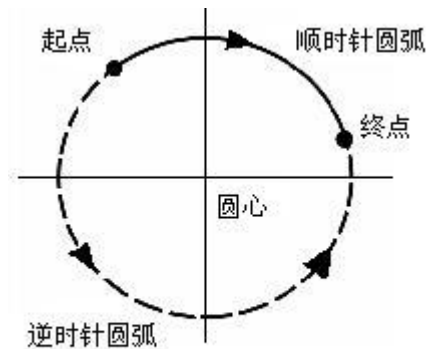

图4-21 两轴圆弧插补
DMC5400 卡的任意两轴之间可以进行圆弧插补, 圆弧插补分为相对位置圆弧插补和绝对位置圆弧插补, 运动的方向分为顺时针 (CW) 和逆时针 (CCW), 如图 4-21 所示。